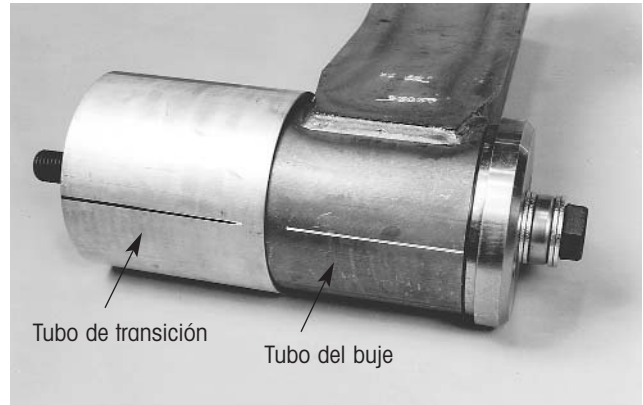

Figura 31. Alinee las líneas para una buena orientación del buje
- Alinie la línea dibujada en el tubo de transición con la línea dibujada en el tubo del buje (figura 31).